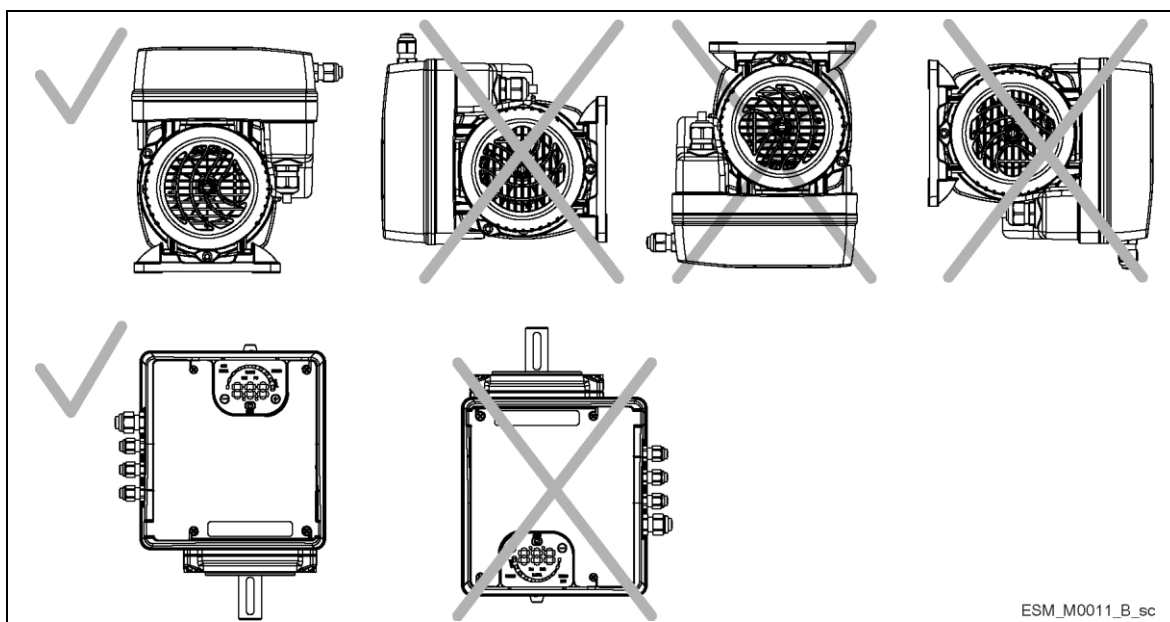

Рисунок 7. Дозволені положення
- Розташуйте агрегат, як показано на рис. 7.